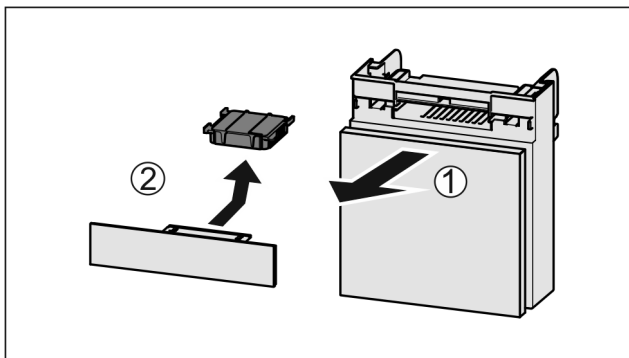

Fig. 99
- ▶ Estrarre il vano tirando in avanti Fig. 99 (1).
- ▶ Rimuovere il filtro a carboni attivi Fig. 99 (2).